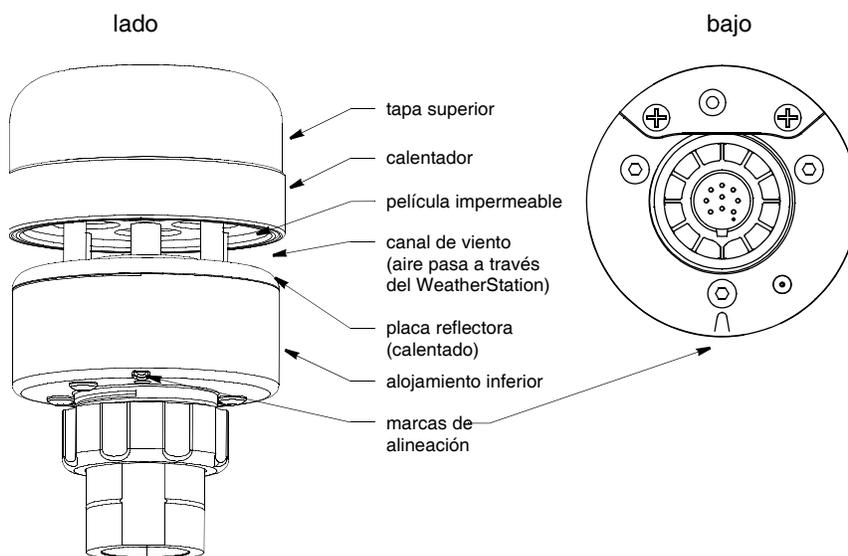

Figura 3. WeatherStation Instrument (modelo que se muestra: 150WX con calentador)
**PRECAUCIÓN:** La placa reflectora y la película impermeable que se encuentran en el canal de viento del WeatherStation Instrument son esenciales para su funcionamiento (figura 3). Tenga cuidado de no rayarlas, perforarlas o causarles algún tipo de daño.
**PRECAUCIÓN:** No apriete o alinee el WeatherStation Instrument girando la tapa superior (figura 3). Podría cortar las conexiones internas, lo que anularía la garantía. Sujete el alojamiento inferior por debajo de la placa de metal azul. Apriete con la mano.